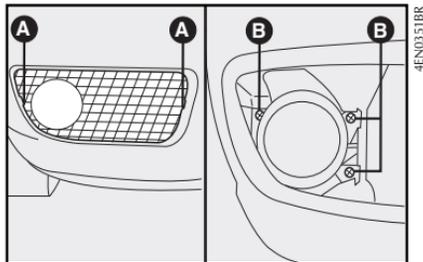

fig. 32
- 1) sacar la rejilla con un destornillador en los puntos indicados **A-fig. 32**;
- 2) sacar los tornillos indicados **B- fig. 32**;
9) recolocar el conjunto completo apretando los tornillos **B- fig. 32**;
10) recolocar la rejilla presionando en los puntos **A- fig. 32**.